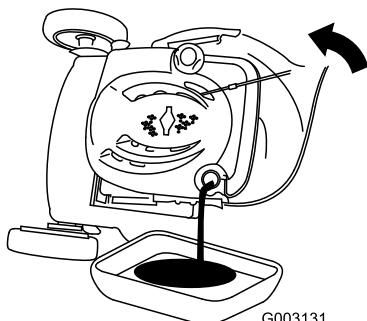

Рисунок 36
- Переверните газонокосилку на одну сторону таким образом, чтобы воздушный фильтр был направлен вверх, для слива отработанного масла через маслозаливную горловину (Рисунок 36).